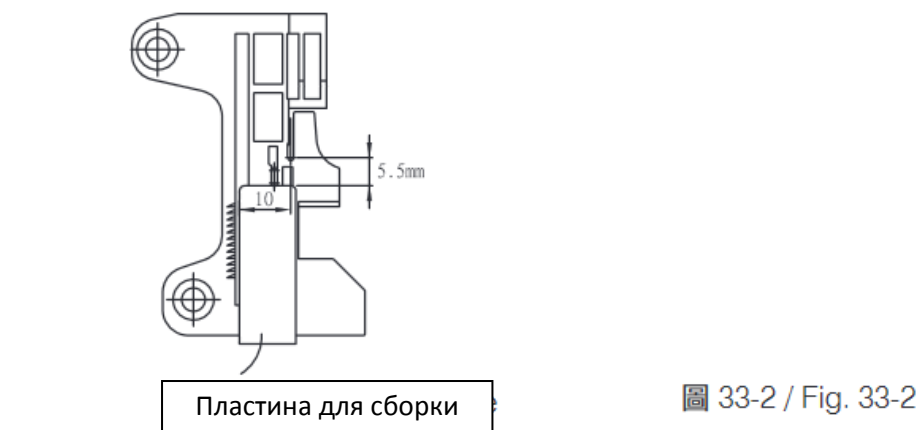

Fig. 33-2 / Fig. 33-2
(6) Регулировка 757K-GB: расстояние между собирающей пластиной и игольной пластиной. (Рис. 33-2)